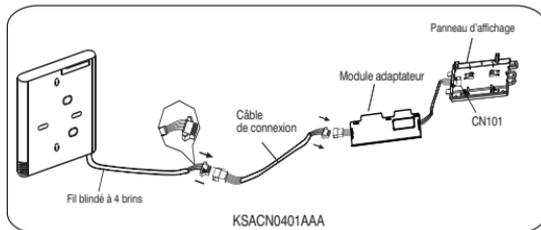

Figure 3 – Installation de l'outil KSACN0401AAA
2. Raccordez le joint femelle du groupe de fils à partir du module adaptateur avec le joint masculin du groupe de fils de connexion. Raccordez également l'autre côté du module adaptateur au panneau d'affichage (voir fig. 3).
3. Raccordez l'autre côté du groupe de fils de connexion avec le joint masculin du groupe de fils de la télécommande filaire (voir fig. 3).